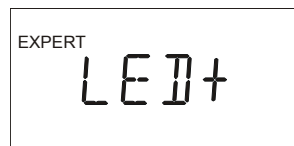

Fig. 48. Affichage visualisé après avoir tourné le BPR
Après avoir tourné le BPR d'une autre coche dans le sens horaire, l'affichage suivant est visualisé où vous trouverez les informations pour régler le retro-éclairage de l'écran (voir Fig. 48). Dans cet exemple, la DEL a été configurée pour rester allumée (ON) en permanence (+).